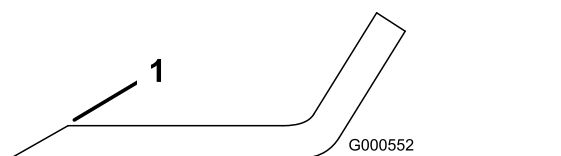

Figure 62
1. Au moyen d'une lime, aiguissez les tranchants aux deux extrémités de la lame (Figure 62).